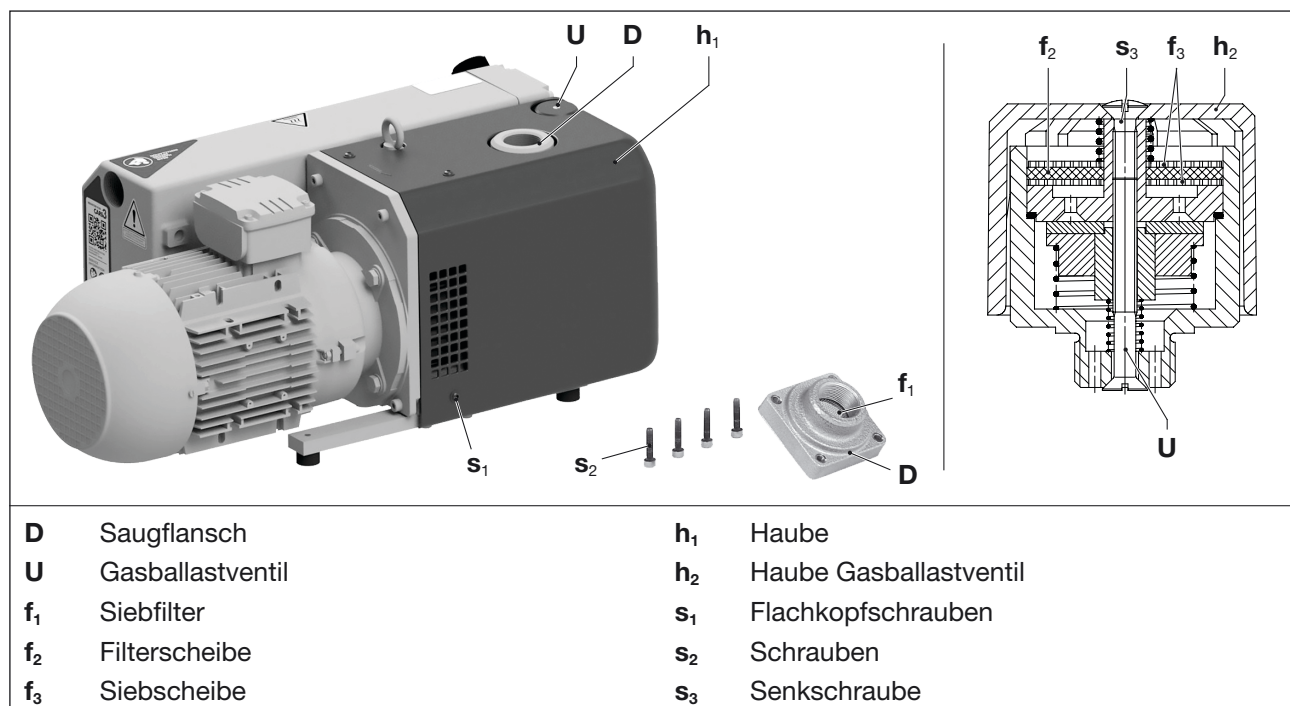

Abb. 6 Siebfilter und Gasballastventil
Siebfilter (Abb. 6/f1) ist je nach Verunreinigung des abgesaugten Mediums mehr oder weniger oft durch Auswaschen bzw. Ausblasen zu reinigen oder zu ersetzen.
- Vier Flachkopfschrauben (Abb. 6/s1) an der Haube (Abb. 6/h1) lösen und die Haube abnehmen.
- Vier Schrauben (Abb. 6/s2) am Saugflansch (Abb. 6/D) lösen und den Saugflansch abnehmen.
- Siebfilter (Abb. 6/f1) im Saugflansch reinigen.
- Saugflansch (Abb. 6/D) aufsetzen und mit den Schrauben (Abb. 6/s2) befestigen. Anzugsmoment: 25 Nm
- Haube (Abb. 6/h1) aufsetzen und mit den Flachkopfschrauben (Abb. 6/s1) befestigen. Anzugsmoment: 5 Nm
Die Pumpen arbeiten mit einem Gasballastventil (Abb. 6/U). Die eingebaute Filterscheibe (Abb. 6/f2) und Siebscheiben (Abb. 6/f3) sind je nach Verunreinigung des durchströmenden Mediums mehr oder weniger oft zu reinigen. Bei der VCX sind die Filterteile beider Gasballastventile zu reinigen.
- Durch Lösen der Senkschraube (Abb. 6/s3) und Entfernen der Kunststoff-Haube (Abb. 6/h2) können die Filterteile zur Reinigung herausgenommen werden.
- Die Filterscheibe (Abb. 6/f2) und die beiden Siebscheiben (Abb. 6/f3) durch Ausblasen reinigen oder ersetzen.
- Filterscheibe (Abb. 6/f2) zwischen die Siebscheiben (Abb. 6/f3) legen und in das Ventil einsetzen. Kunststoffhaube (Abb. 6/h2) aufsetzen und mit der Senkschraube (Abb. 6/s3) befestigen. Schraube handfest anziehen.